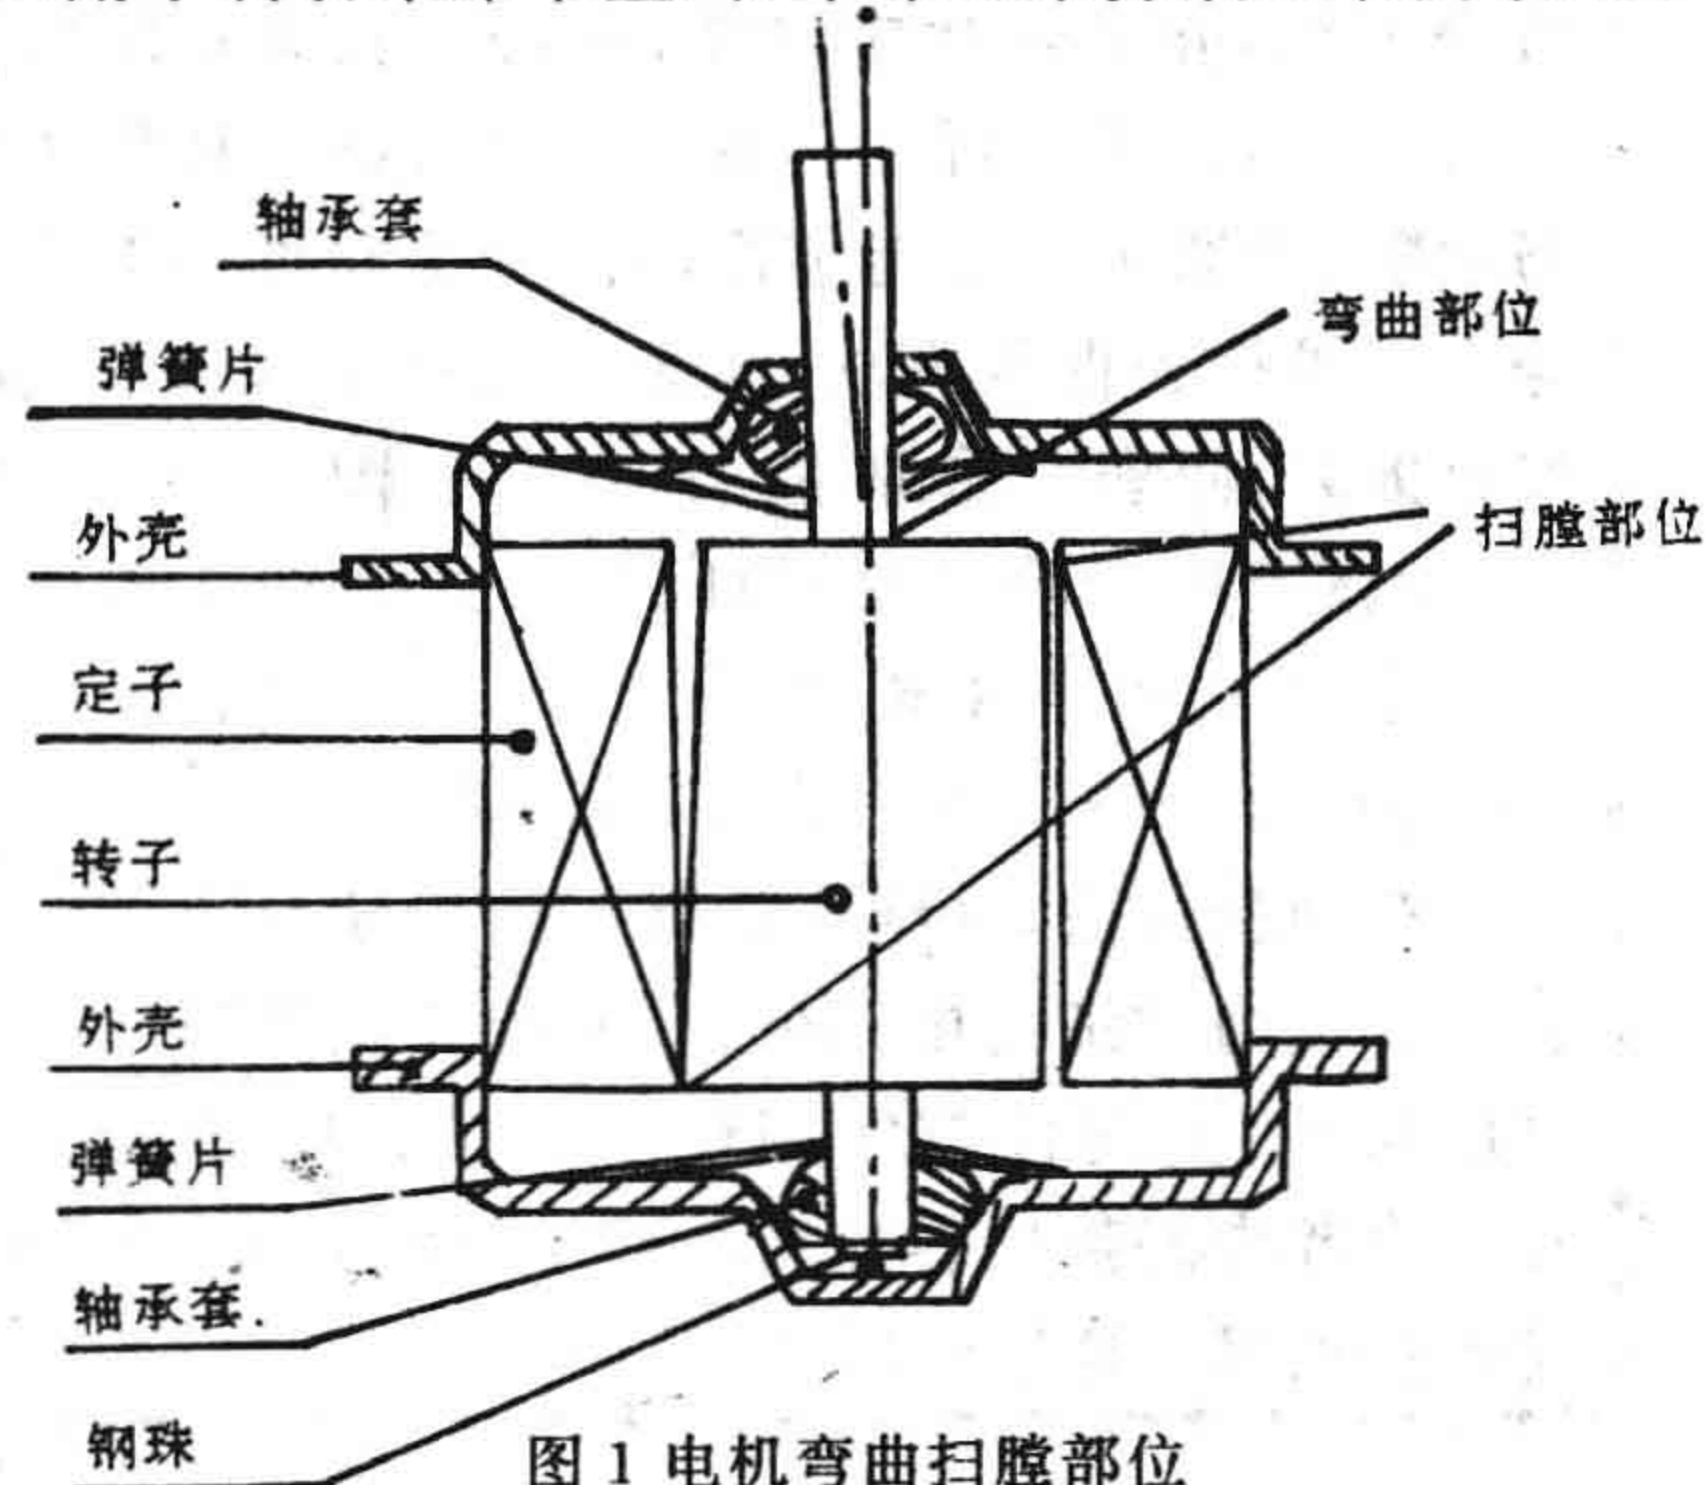

图1 电机弯曲扫膛部位
(1)由磕碰造成的扫膛,洗衣机电机在维护、保养或维修其他部位故障时,电子转子的意外磕碰,使转子铁芯凸出一块,造成扫膛,发生这种扫膛可用锉刀锉去由磕碰造成的凸出部分,就可消除扫膛;(2)电机轴弯曲造成的扫膛,使用脱水桶如果衣物装偏,电机转动时在离心力作用下很容易使电机轴产生弯曲,造成扫膛。见图1。发生这种扫膛时可将电机转子拆下,夹在车床上,用手转动车床卡盘,在车床刀架旁放上吸力表座,